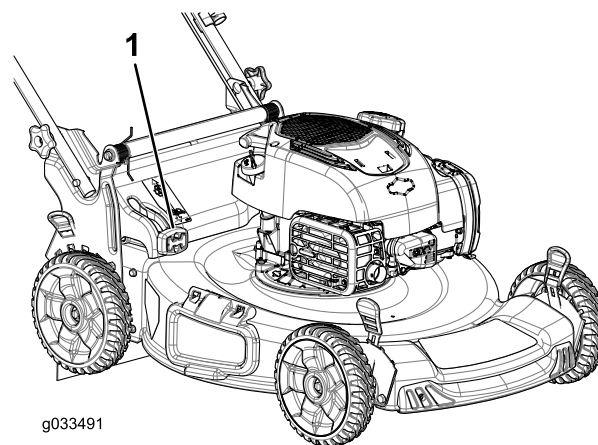

Рисунок 22
- Для сбора скошенной травы и листьев в мешок нажмите кнопку на рычаге включения сбора в мешок и двигайте рычаг вперед, пока кнопка на нем не вернется в исходное положение (Рисунок 22).